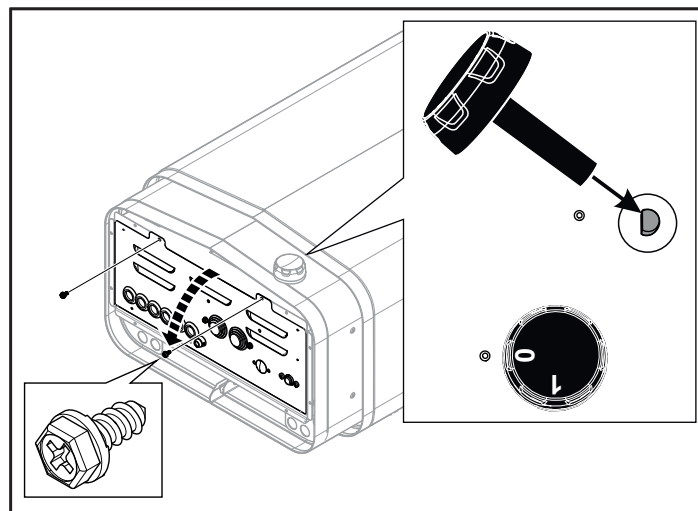

Рисунок 8: Откройте/закройте крышку
1. положите устройство лицевой стороной вверх. Установите ручку (см. рис. 8).
2. ослабьте винты и откройте люк (см. рис. 8).
- Закройте крышку и закрутите винты (см. рис. 8).